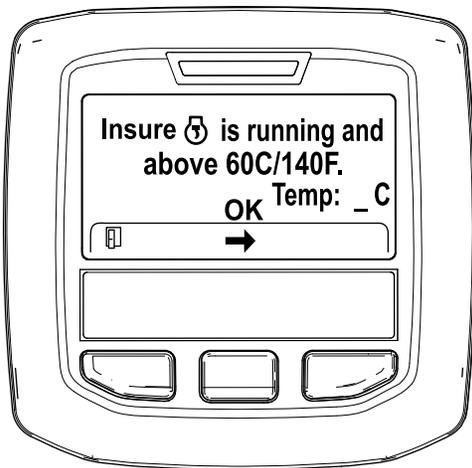

Figura 33
5. Si la temperatura del refrigerante es inferior a 60 °C (140 °F), se muestra el mensaje "Insure [DPF icon] is running and above 60C/140F" (Asegurarse de que esté en marcha y a más de 60 °C/140 °F) (Figura 33).